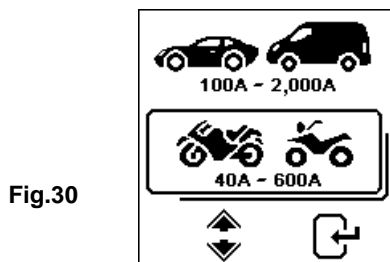

Fig.30
17. Mentre ci si trova nel menu principale come mostrato (Fig.30) qui sotto, selezionare  per il test della batteria della moto.